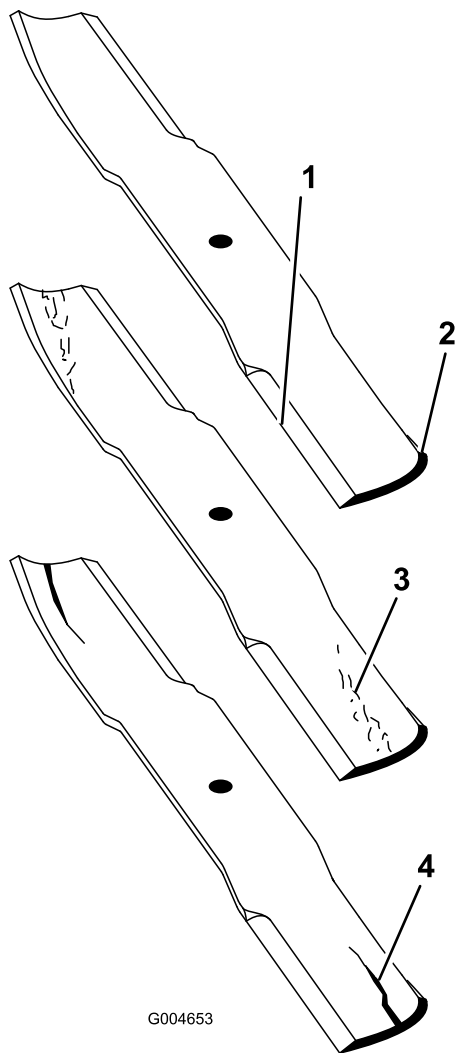

Bild 113
2. Prüfen Sie die Schnittkanten des Messers sorgfältig, insbesondere dort, wo die geraden Flächen die gebogenen berühren (Bild 113). Da Sand und anderes reibendes Material das Metall abschleifen kann, das die flachen und die gebogenen Teile verbindet, müssen Sie das Messer vor jedem Einsatz des Rasenmähers prüfen. Wenn Sie Abnutzungen (Bild 113) feststellen, sollten Sie das Messer auswechseln.